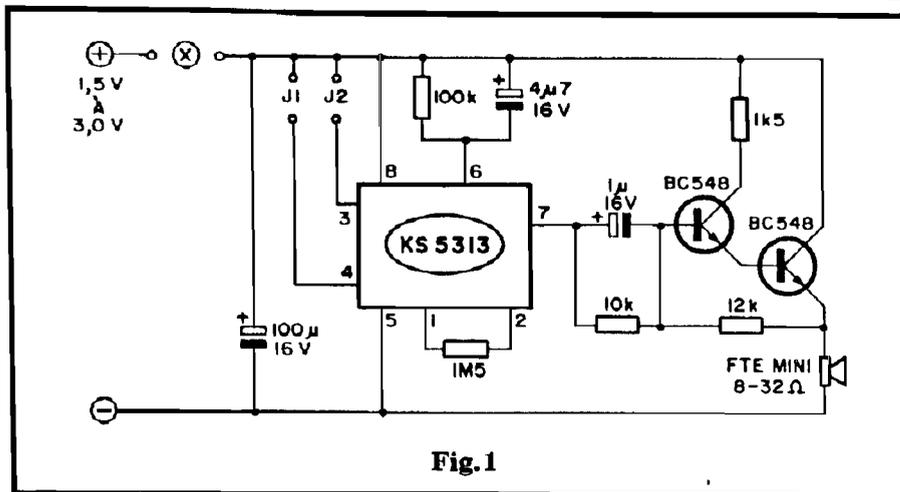

Fig.1
- FIG. 1 - O CIRCUITO DO MK1 - Baseado no Integrado KS5313 (uma melodia programada), o arranjo precisa apenas de dois resistores (100K e 1M5) e um capacitor eletrolítico (4µ7) para ter sua música devidamente "extraída"... Num projeto anteriormente mostrado em APE, com esse mesmo Integrado, a saída de som requeria um transistor e (af estava o "nó" da questão...) um pequeno transformador com características um tanto especiais, para o devido "casamento" com um alto-falante mini... Para "fugir" do tal transformadorzinho "difícil", o presente projeto foi re-calculado e re-dimensionado, usando-se um módulo em Darlington na saída (pino 7 do KS5313), com dois transistores BC548 "enfileirados", cuidadosamente polarizados pelos resistores de 1K5, 10K e 12K, de modo a entregar o sinal diretamente ao pequeno alto-falante (com impedância entre 8 e 32 ohms...). O capacitor de luz faz o acoplamento para sinal, entre o Integrado e o Darlington, enquanto que o de 100µ efetua o desacoplamento da alimentação... Esta pode ficar entre 1,5 (não menos) e 3,0 (não mais) volts, com o que uma ou duas pilhas pequenas poderão ser utilizadas, confortavelmente... Nos pontos "X", "J1" e "J2" poderão ser inseridos componentes, jumpers ou controles diversos, conforme explicações dadas mais adiante... Um ponto prático importante: embora o Integrado KS5313 contenha apenas uma música pré-pro-